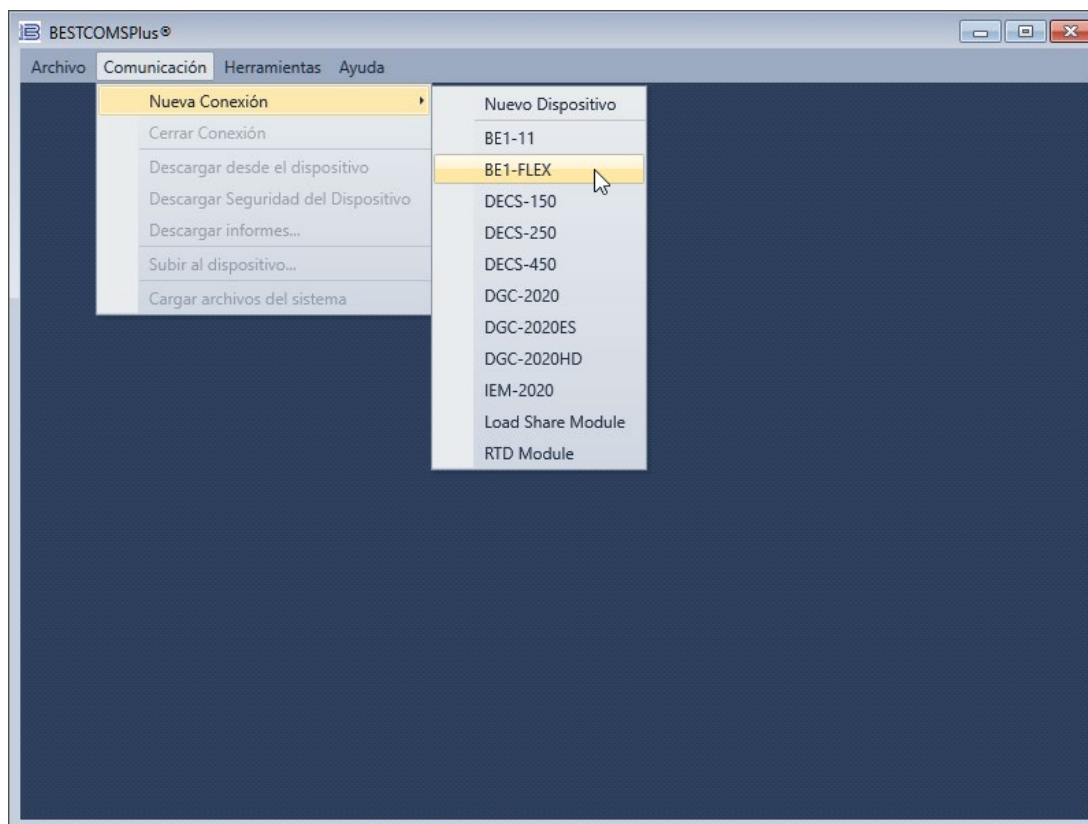
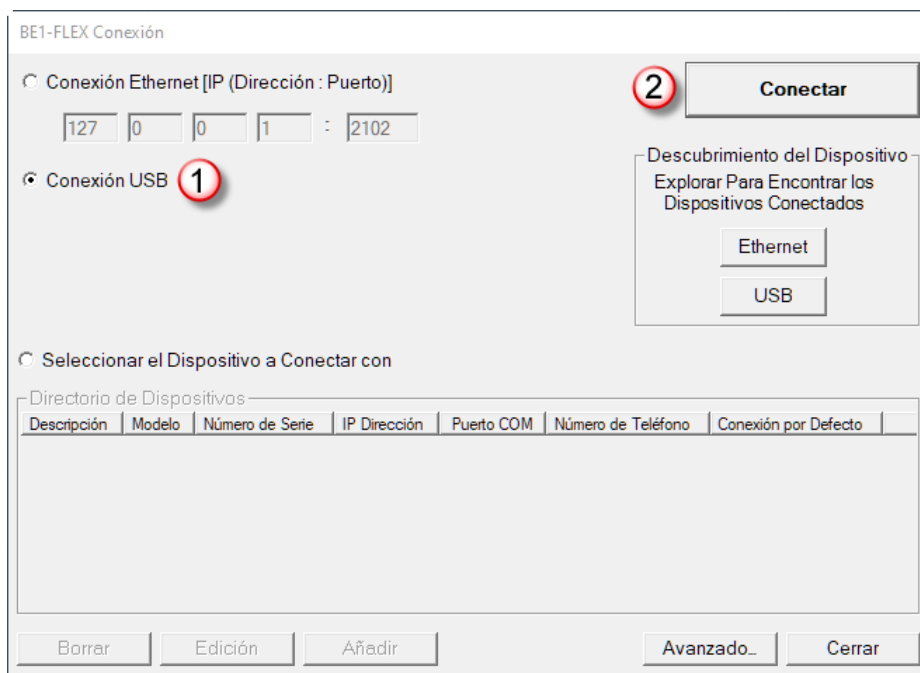

Figura 2-3. Menú desplegable de comunicación
Figura 2-4. Pantalla de conexión BE1-FLEX
Se abre la ventana de la plataforma *BESTCOMSPPlus*. Seleccione Nueva conexión del menú desplegable Comunicación y seleccione BE1-FLEX. Consulte Figura 2-3. Se muestra la pantalla Conexión del BE1-FLEX, que aparece en Figura 2-4.
- Paso 1: Inicie BESTCOMS*Plus* y seleccione Nueva conexión, BE1-FLEX del menú desplegable Comunicación para conectar con el dispositivo. Consulte Figura 2-3.
- Paso 2: Se muestra la pantalla Conexión del BE1-FLEX. Consulte Figura 2-4. Seleccione Conexión USB y haga clic en Conectar.